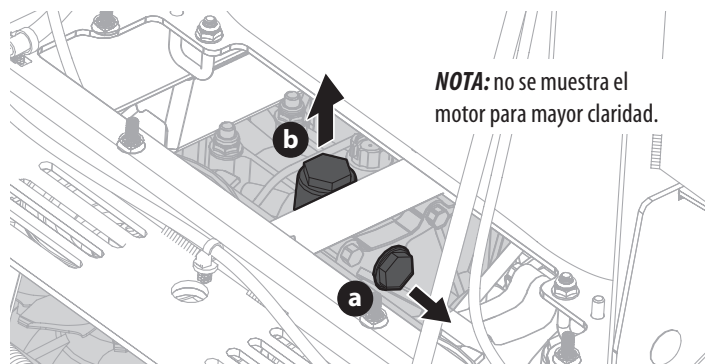

Fig. 28
2. Extraiga el tapón del orificio superior (a) (en el lateral de la carcasa) para permitir la ventilación durante el llenado de aceite (Fig. 28).
3. Extraiga el tapón del orificio de llenado (b) (en la parte superior de la carcasa) (Fig. 28).
4. Llene el transeje con aceite a través del tapón del orificio de llenado (b) hasta que salga aceite por el tapón del orificio superior (a) (Fig. 28).